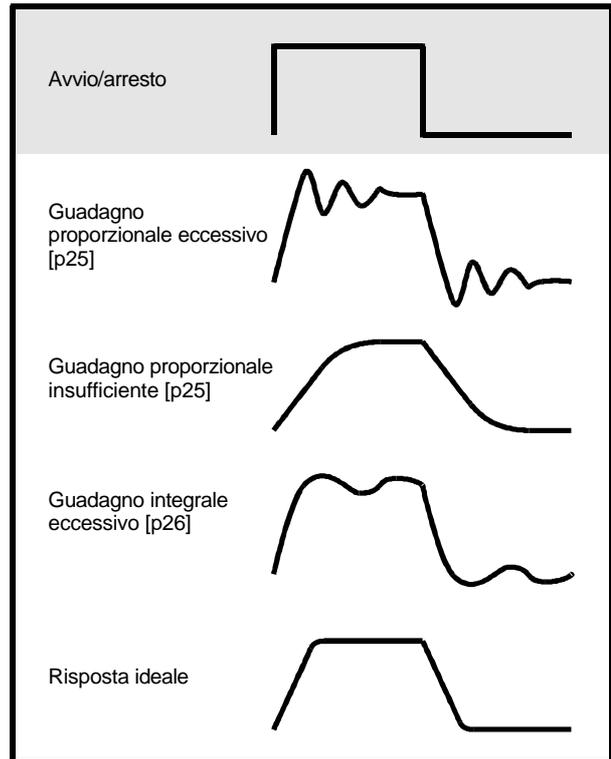

Figura 10-9 Effetti della regolazione dei guadagni proporzionale ed integrale.
5. Aumentare il valore di **p25** *Guadagno proporzionale*. Diminuire leggermente il valore di **p25** quando la traccia mostra segni d'instabilità. Fare riferimento alla Figura 10-9.
6. Aumentare il valore di **p26** *Guadagno integrale*. Diminuire leggermente il valore di **p26** quando la traccia mostra segni d'instabilità. Fare riferimento alla Figura 10-9.